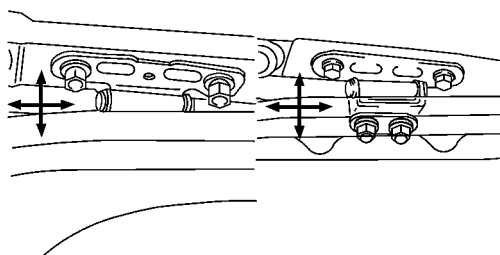

图 17-61 沿前后和左右方向调整后车门
(1) 沿前后和左右方向调整后车门。旋松铰链螺栓, 调整车门, 如图 17-61 所示。